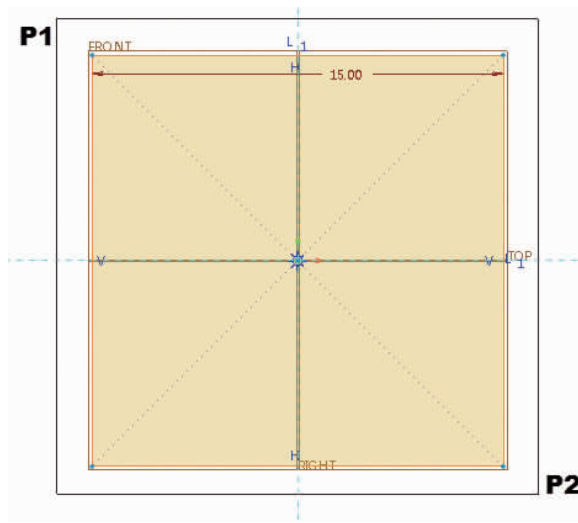

图 3-27 选中正方形
- (1) 选中正方形,如图 3-27 所示。将光标移动到 P1,按住左键不放;将光标移动到 P2,松开左键,完成对内容的选取。